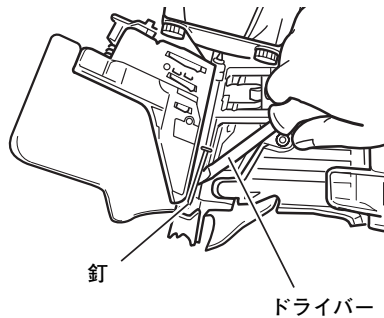

図 28
- 内部につまった釘を⊖ドライバーなどで取り除きます。(図 28)